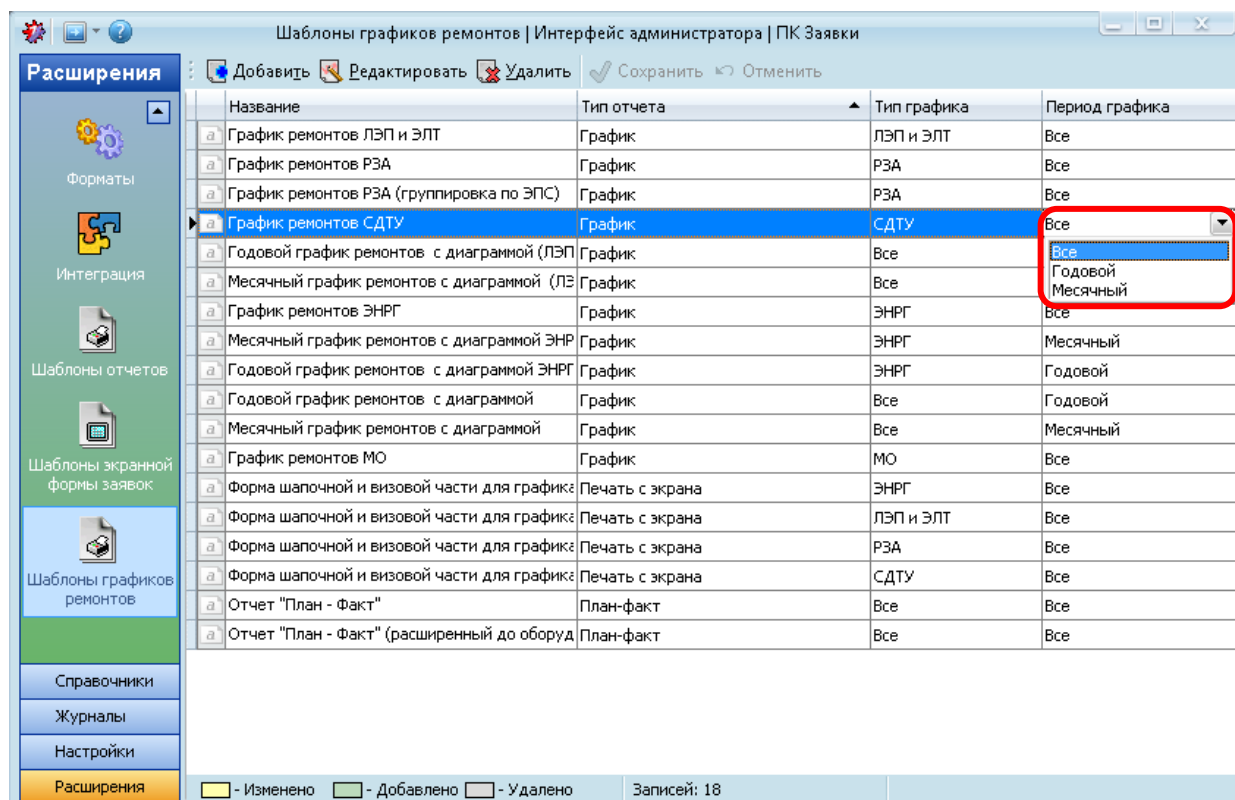

Рисунок 7.27 – Выбор периода графика для шаблона отчета
- в раскрывающемся списке «Период графика» выбрать пункт «ВСЕ» (для любого периода планирования), «Годовой», «Месячный» (Рисунок 7.27).